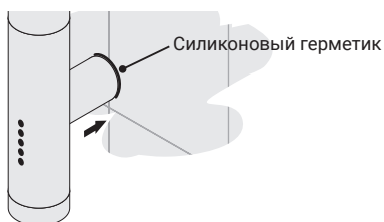

Рис.13
4.2.9. Для повышения степени защиты необходимо произвести герметизацию шва по контуру при-мыкания модуля скрытого подключения и стены (рис. 13).